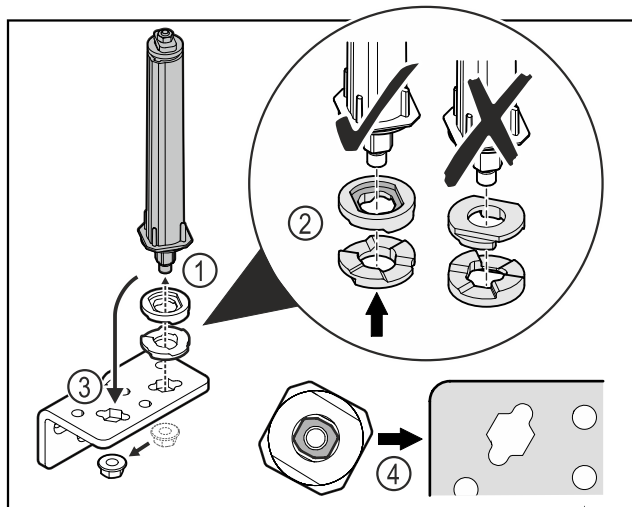

Fig. 35
- ▶ Lironi dadon dhe hiqni sistemin e mbylljes së derës Fig. 35 (1).
- ▶ Bëni kujdes për orientimin e saktë të rondelave të rregullimit të lartësisë Fig. 35 (2).
- ▶ Ktheni sistemin e mbylljes së derës në profilin e menteshës në anën tjetër dhe shtrëngojeni atë me dado Fig. 35 (3).
- ▶ Gjatë vendosjes, bëni kujdes për orientimin e saktë të sistemit të mbylljes së derës Fig. 35 (4).